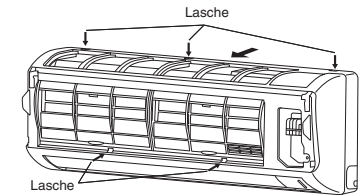

Abb. 3-42
- (3) Die drei Laschen an der Oberseite des Gitters und die drei Laschen an der Vorderseite drücken, um das Gitter vom Rahmen zu trennen. (Abb. 3-42)